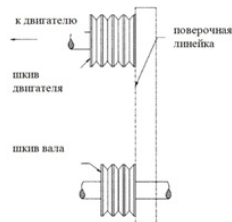

Рисунок 5. Проверка выравнивания ремней
2. Уберите натяжение пока ремни находятся в пазах. Запустите привод примерно на пять (5) минут для «посадки» ремней. Установите максимальную нагрузку. Если ремни проскальзывают, затягивайте их до тех пор, пока они не будут проскальзывать при максимальной нагрузке. Для большинства новых ремней потребуется дополнительное растяжение после их «посадки».
6. Для проверки выравнивания используйте стальную поверочную линейку (см. рисунок 5)